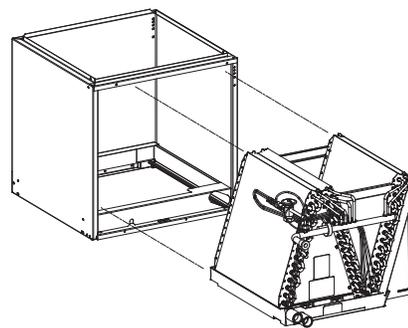

Fig. 7 – Installation du serpentín en N sans caisson
5. Placez le serpentín en N neuf sur le dessus du **collet**. Consultez les figures 7 et 8.